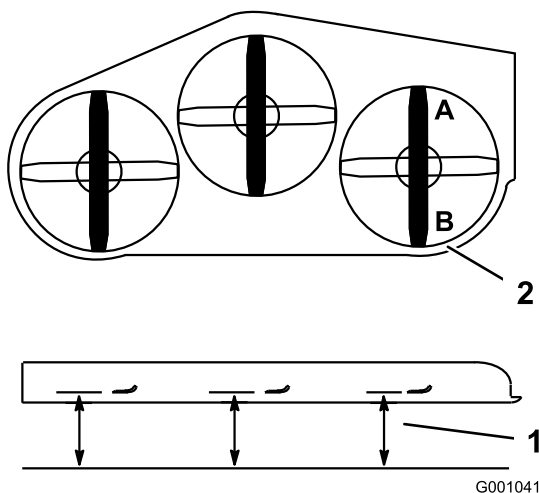

Figure 84
2. Tournez une lame dans le sens longitudinal. Mesurez la distance aux points **A** et **B** entre une surface plane et le bord coupant des pointes des lames (Figure 84).